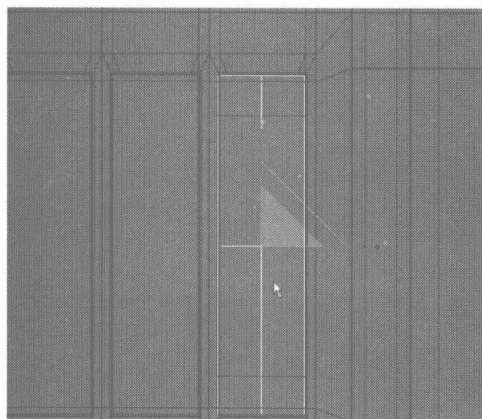
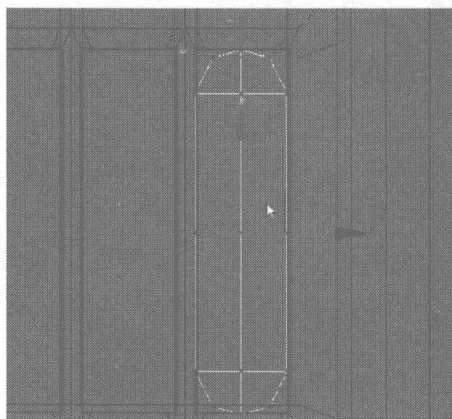

图 4.403
图 4.404
- 51 在面片物体上添加如图 4.403 所示的细分线, 切换为点编辑, 调整面片四个角的的节点, 如图 4.404 所示。